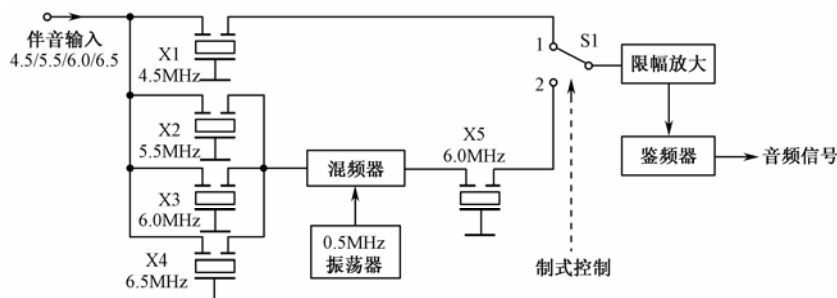

图 8-5 混频转换法
(1) 混频转换法 在第二伴音中频处理电路输入端设置一个混频电路, 将 6.5MHz、5.5MHz、6.0MHz 的伴音信号与 0.5MHz 的本振信号进行混频, 得到 6.0MHz 的信号, 然后通过制式切换电路将 6.0MHz 和 4.5MHz 的信号分别送入伴音通道。如图 8-5 所示。